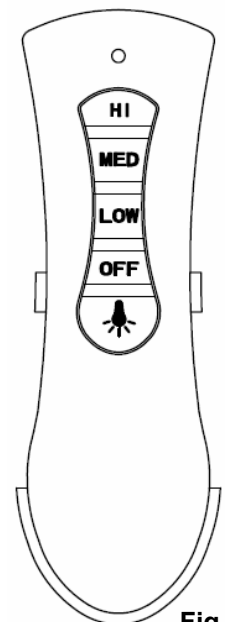

Fig. 15b
3. Fare scorrere il telecomando all'interno del supporto (Fig. 15b).